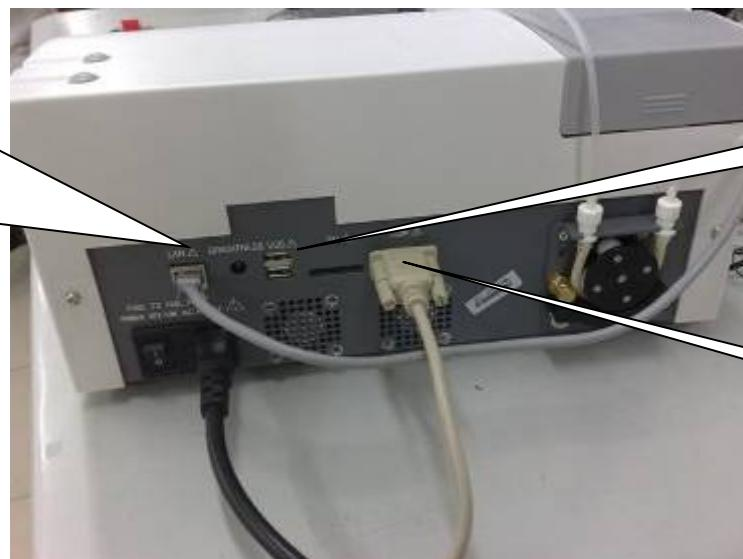

Рис. 1
1. Если прибор еще не был включен и система WinCE не загружена, то вставьте карту SD в прибор. Включите прибор. После загрузки откроется интерфейс системы (см. Рис. 1)